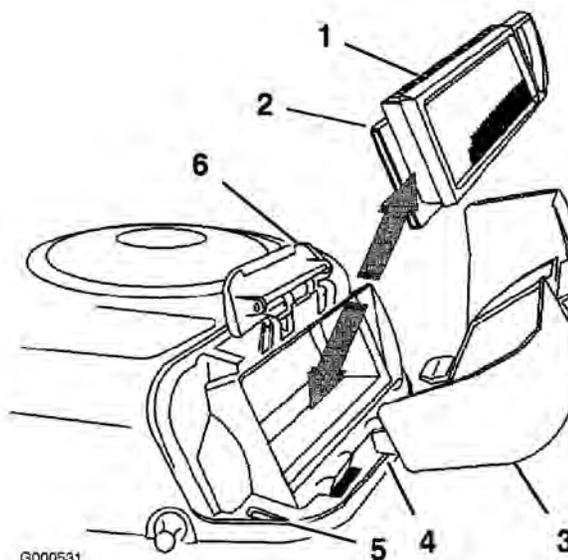

Figure 22
4. Sortez avec précaution les éléments en papier et en mousse du carter de soufflante (Figure 22).
- Placez les languettes du couvercle du filtre à air en face des fentes du carter de soufflante (Figure 22). Accrochez la poignée sur le couvercle et appuyez dessus pour verrouiller le couvercle en place.